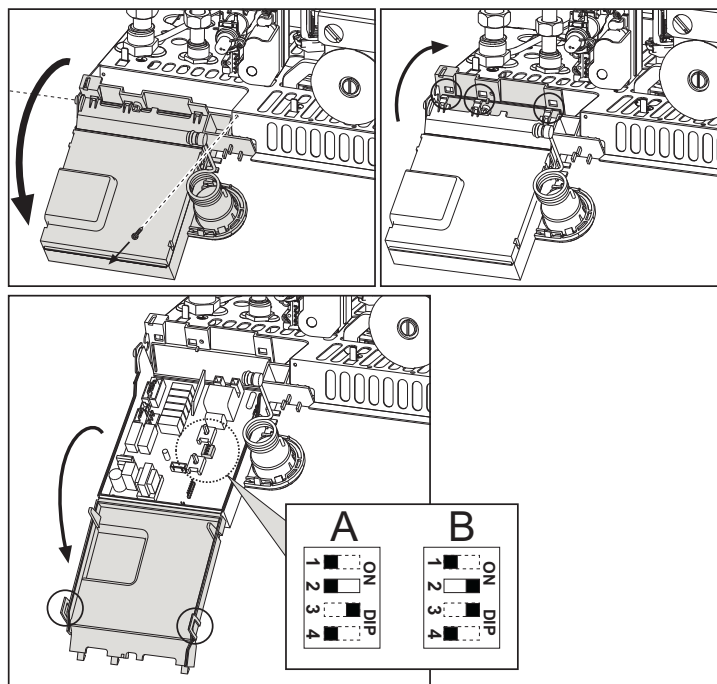

рис. 13
4. Измените настройку DIP-переключателя №2: **OFF (ВЫКЛ)**=Метан (поз. "А"рис. 13) - **ON (ВКЛ)** = GPL (поз. "В"рис. 13).